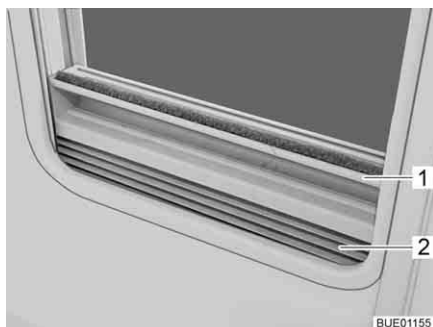

Fig. 47 Dispositif occultant plissé
- Saisir le dispositif occultant plissé (Fig. 47,2) par le centre de la barre-poignée (Fig. 47,1), le tirer du bas vers le haut et le relâcher à la hauteur voulue. Le dispositif occultant plissé reste alors à cette hauteur.